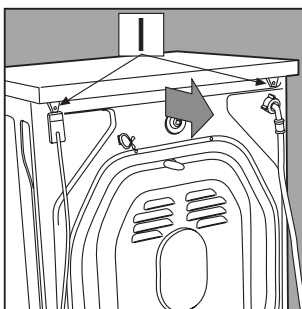

Fig. 1
2. Retira el top de cobertura, desenroscando para ello los dos tornillos **I**, y a continuación tíralo hacia ti [fig. 1].